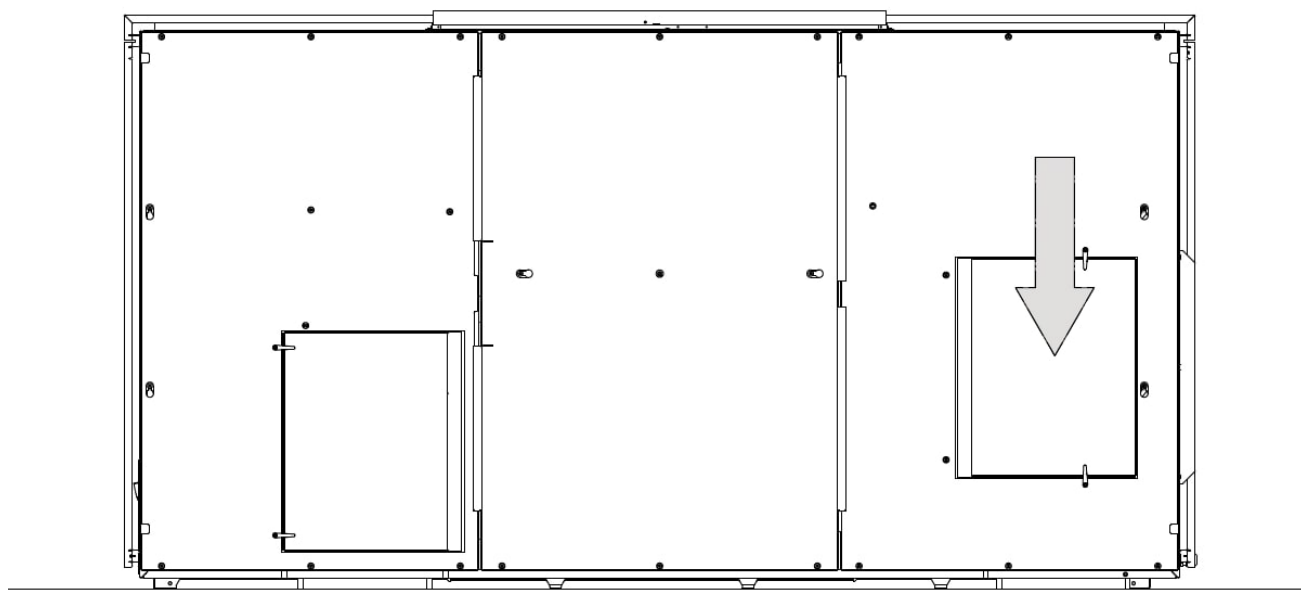

Figur 46: Løfte høyre sideplate opp på hengslene
11. Løft platen opp på hengslene på samme måte som du gjorde på den andre siden, se Figur 46. Kontroller at hengslene til filterluka er lukket, før du løfter stålplaten.